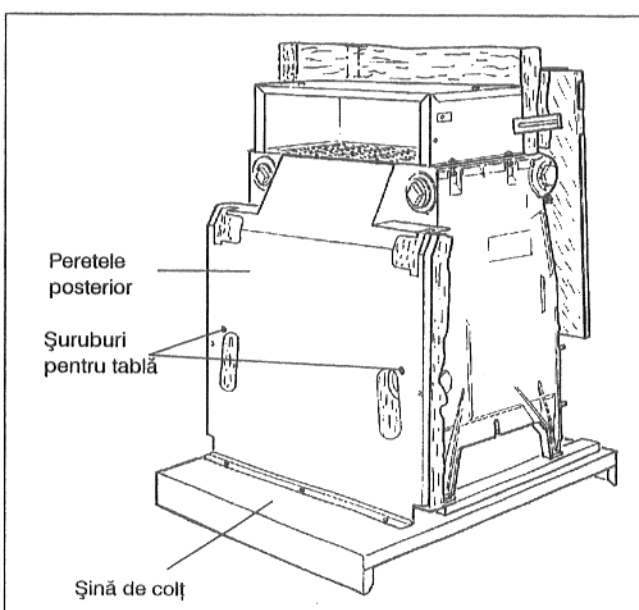

Fig. 20
- Peretele posterior se prinde sus pe cama pachetelor finale și se înșurubează cu două șuruburi. (Fig. 20).
- Șiretul de etanșare se pune jos pe peretele posterior și șina de colț se înșurubează cu trei șuruburi. (Fig. 20).